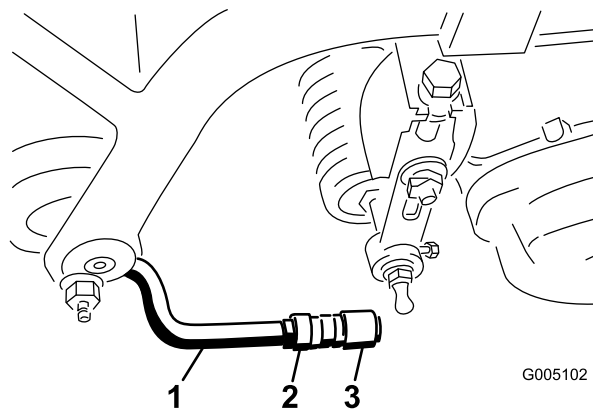

Figura 11
6. Efectue o alinhamento dos suportes com as juntas esféricas, de forma a que a zona aberta do suporte se encontre perfeitamente centrada com o tampão esférico. Aperte as porcas para fixar os suportes na posição correcta (Figura 11).